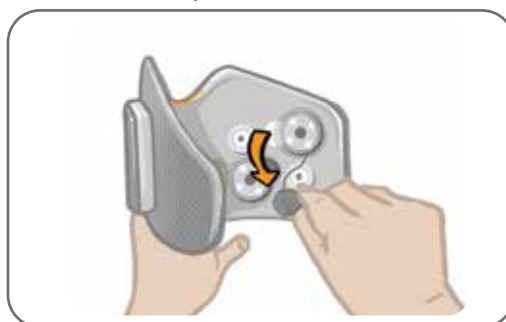

Figure 11-6 : Retrait des bases d'électrodes usagées
3. Retirez les bases d'électrodes usagées de la jambièrre. Reportez-vous à la figure 11-6.